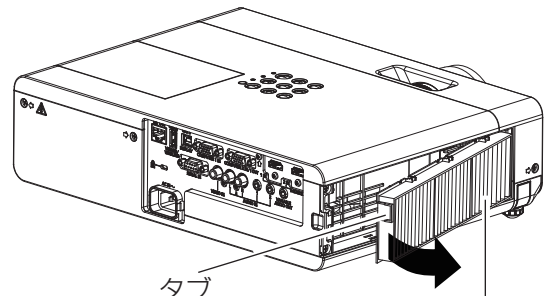

図 2
- エアフィルターユニットの左側のタブに指をかけて、図の矢印の方向に開け、取り出します。(図 2)